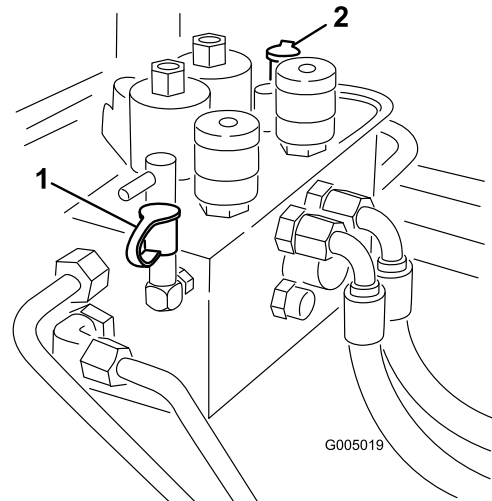

図 80
2. テストポートB (図 80) は、前カッティングユニットの油圧回路の故障探究用です。
3. テストポートC (図 80) は、後カッティングユニットの油圧回路の故障探究用です。